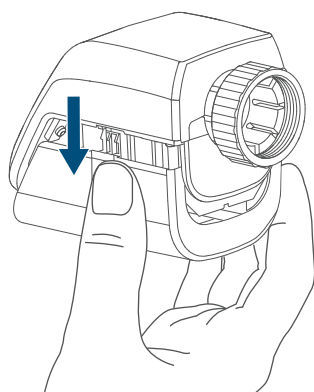

Figure 2
- Extrayez la bande isolante du compartiment à piles des thermostats de radiateur (B) et du contact de fenêtre et de porte (M).
- Appuyez au minimum 4 s sur la touche système des thermostats de radiateur (D) pour activer le mot d'apprentissage (v. figure 2). La DEL de l'appareil (D) commence à clignoter en orange. Le mode d'apprentissage est actif pendant 3 minutes.
- Appuyez au minimum 4 s sur la touche système du contact de fenêtre et de porte avec aimant (D)
pour activer le mot d'apprentissage (v. figure 2). La DEL de l'appareil (L) commence à clignoter en orange.